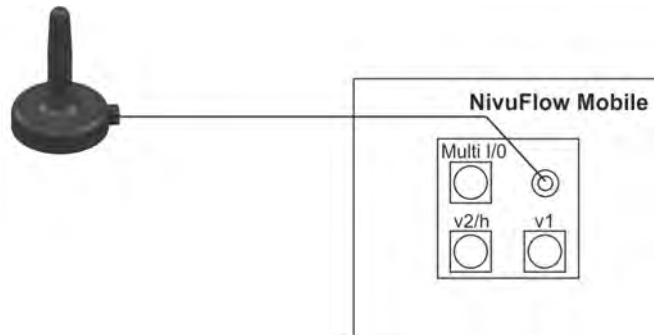

Abb. 29-1 Anschluss der LTE (4G) Magnetfußantenne
5. Antennenkabel in die Buchse am Gerät einstecken (Abb. 29-1) und Verschraubung handfest anziehen.